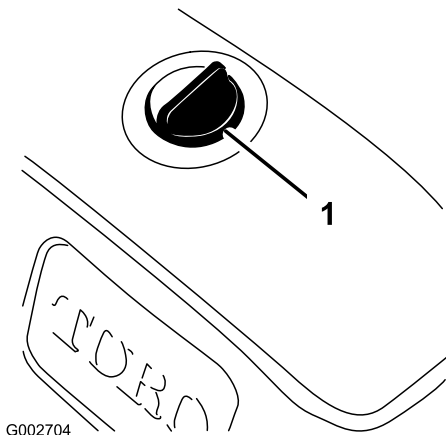

Figura 42
3. Limpe a área em torno da tampa do reservatório de óleo hidráulico para evitar que entrem detritos no depósito (Figura 42).